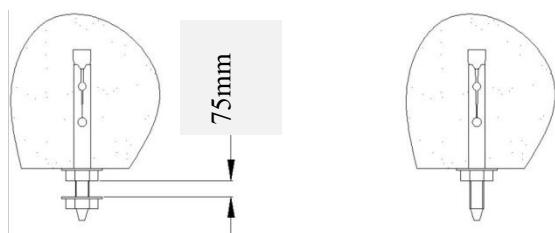

图 5
- 3、根据记好的孔位置，用冲击钻打出 2 个 $\phi 10 \times 80$ 的孔，将膨胀螺丝丝打入天花板，并用扳手拧紧螺丝。然后，将下端的螺母松出使垫片与上螺母的距离为 75mm 左右。并将另侧 1 个膨胀螺丝螺母及垫片都取下（如图 5 所示）。